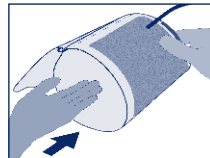

Bild 1
- Schieben Sie die Manschette über den Oberarm, bis die Unterkante der Manschette 2-3 cm oberhalb der Armbeuge liegt (Bild 1, Bild 2).